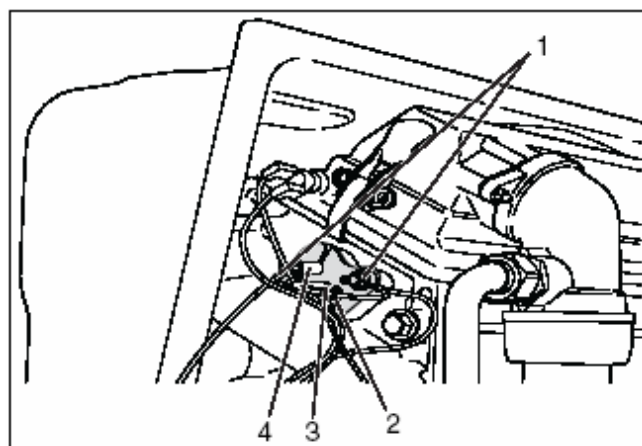

Рис. 40 Снятие ионизационного электрода и калильного запала
- Отвернуть гайки крепления (рис. 40, поз. 1).
- Вынуть кабель заземления (рис. 40, поз. 3).
- Вынуть из горелки калильный запал (рис. 40, поз. 2) и ионизационный электрод (рис. 40, поз. 4).